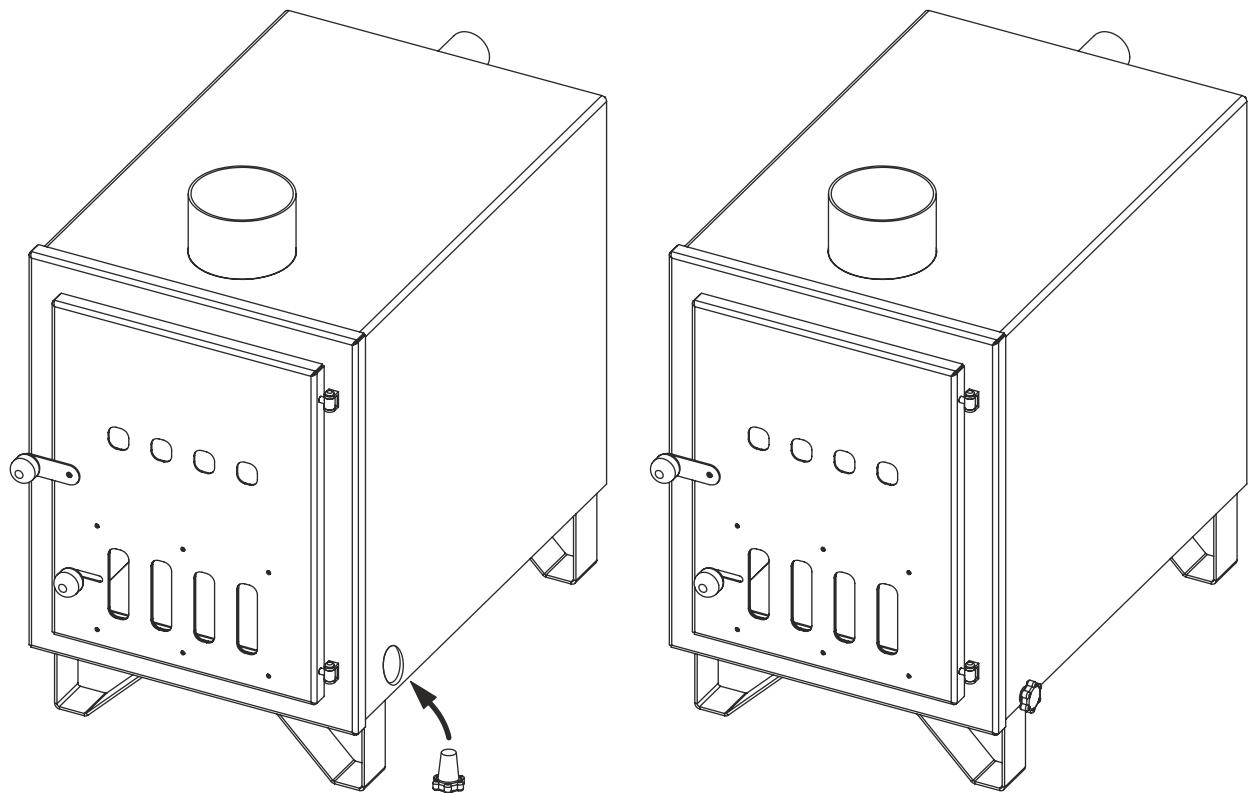

Figure 9
- Fermez le robinet de la cuve thermale et le bouchon du poêle extérieur (le bouchon du poêle extérieur se trouve à l'intérieur du poêle). Voir Figures 9 et 10.